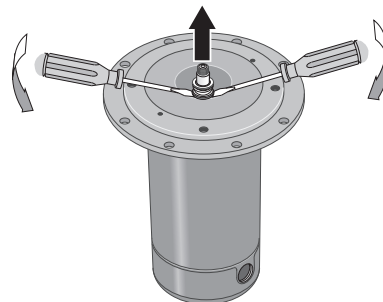

FIGURA 14 - RETIRE LA PLACA DE LA JUNTA
3. Retire la parte giratoria de la junta colocando dos destornilladores debajo del anillo de la junta y levantando hacia arriba con cuidado (Figura 14).